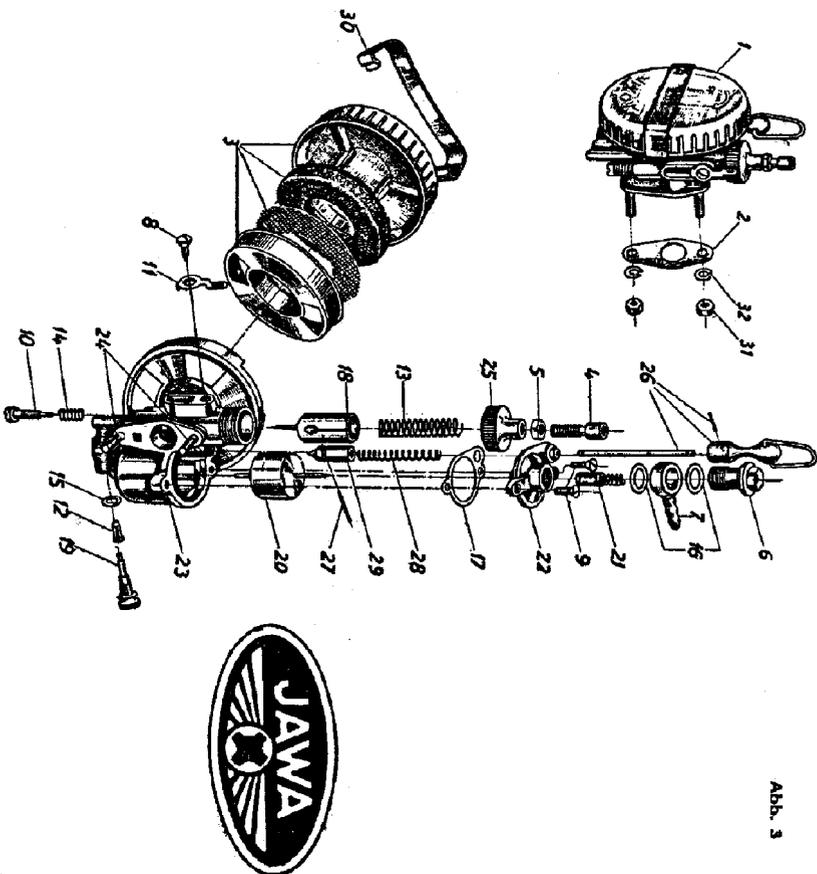

Abb. 3
Vergaser Jikow 2912 (Abb. 3). Dieser Vergaser wurde bei der Jawa 50, Type 550 verwendet. Nach Abnahme des Kraftstoffschlusses wird folgendermassen vorgegangen: Die Mutter der Mischkammer (25) und die Führungsschraube (8) wird gelockert und der Drosselschleier (18) herausgenommen. Der Vergaser wird bei der Maschine demontiert. Der Ansaugerstrichfilter wird nach Verschleiben der Flachfeder (30) ebenfalls ausgebaut und gereinigt. Das den Kraftstoff in das Schwimmergehäuse zuleitende Mundstück (7) wird nach Lösen der Mutter (6) gereinigt, deren Sieb ebenfalls gut durchzuspielen ist. Das Schwimmergehäuse wird nach Lösen der zwei Schrauben (19) demontiert, sein Deckel (22) und Dichtung (17) abgenommen und der Schwimmer samt Nadel (20) herausgenommen. Nach Herausnahme der mit der Dichtung (15) versehenen Schraube (19) ist der Zugang zur Vergaserdüse (19) frei. Alle Bestandteile werden gespült und die Montage des Vergasers und des Filters in umgekehrter Reihenfolge durchgeführt. Das Bowdenschiff wird nach Zusammenbau des Kraftstoffschlusses im Drosselschleier gelöst. Das Seilspiel wird durch die Schraubdüse (4) und die Sicherungsmutter (5) eingestellt. Bei der Montage des Vergasers auf die Maschine darf auf den Einbau der Dichtung nicht vergessen werden.